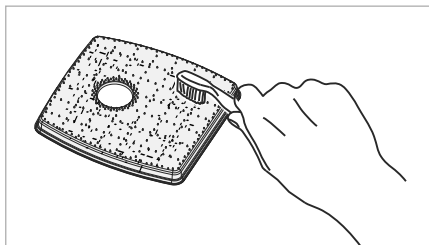

Fig. 13
- 6) Limpie el filtro EPA **9** sacudiéndolo ligeramente contra las paredes del contenedor de basura y cepíllelo con cuidado con un cepillo suave (consulte la fig. 13).